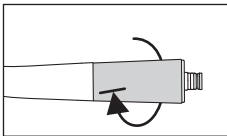

Fig. 39
- ❹ Serrez fermement l'anneau conique (Fig. 39).